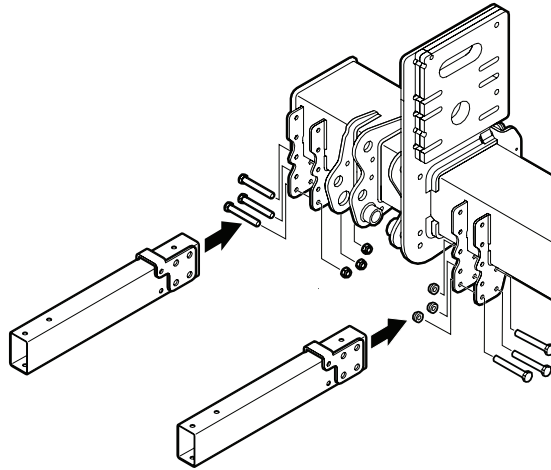

Abb.50. Montage der Halterungen am Träger
1. Die Halterungen am Träger der Ladebordwand mit 3 Schrauben M12x100 anbringen, ohne die Schrauben anzuziehen. siehe Abb.50.